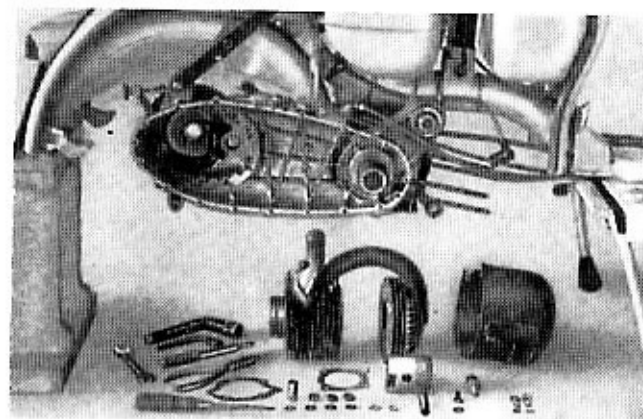

Fig. 16
- 27 Smontare il pistone: togliere gli anelli di fermo dello spinotto, sfilare lo spinotto servendosi di una spina su cui si preme con la mano o usando un estrattore a fascia. Togliere le fasce elastiche. Vedi fig. 16.